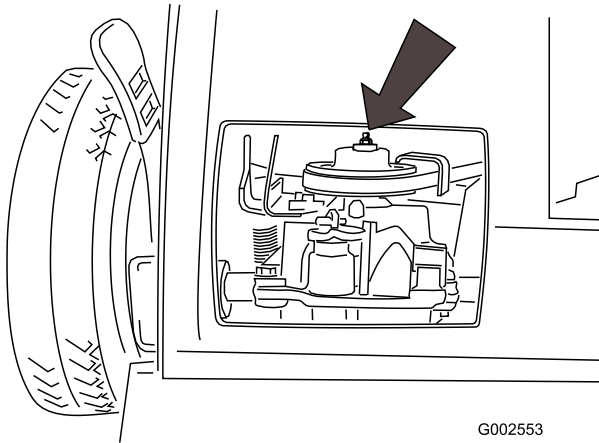

Bild 22
2. Führen Sie die Fettpresse durch die Öffnung in der Riemenabdeckung an den Schmiernippel (Bild 22).